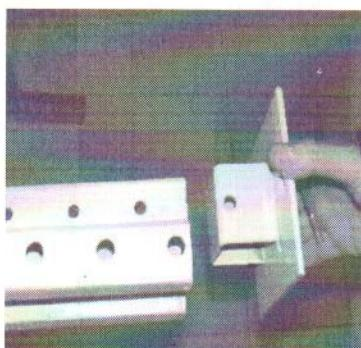
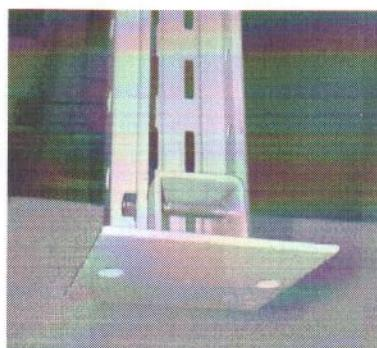

Рис.1
Рис.2
1.2. Установите подпятники на стойки. Для этого совместите отверстия в подпятнике с первыми снизу отверстиями диаметром 9 мм в стойке. Через совпавшие 4 отверстия проденьте болт M8x65 и наживите шайбу и гайку с обратной стороны, как показано на рис.1 и рис.2.